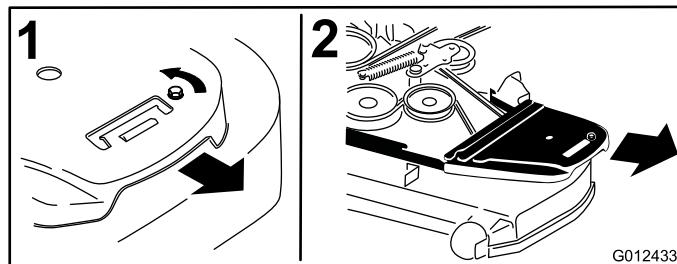

Figure 55
- Déposez les couvercles de courroies ainsi que les boulons fixés dessus (Figure 55).